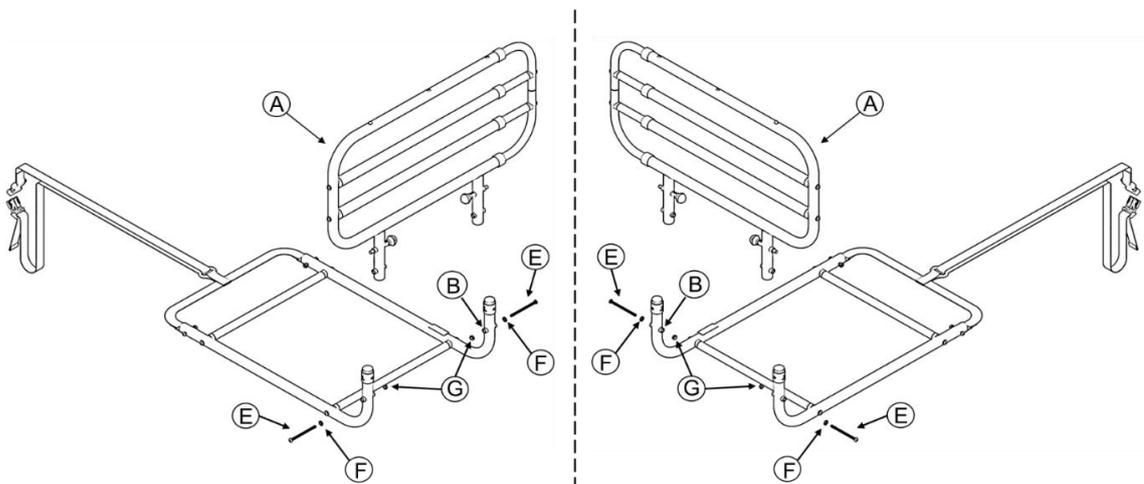

Abbildung 4
- 4.3 Befestigen Sie A und B mit den mitgelieferten Werkzeugen (H und J) mit den Befestigungselementen (E, F und G) wie in **ABBILDUNG 4** dargestellt.